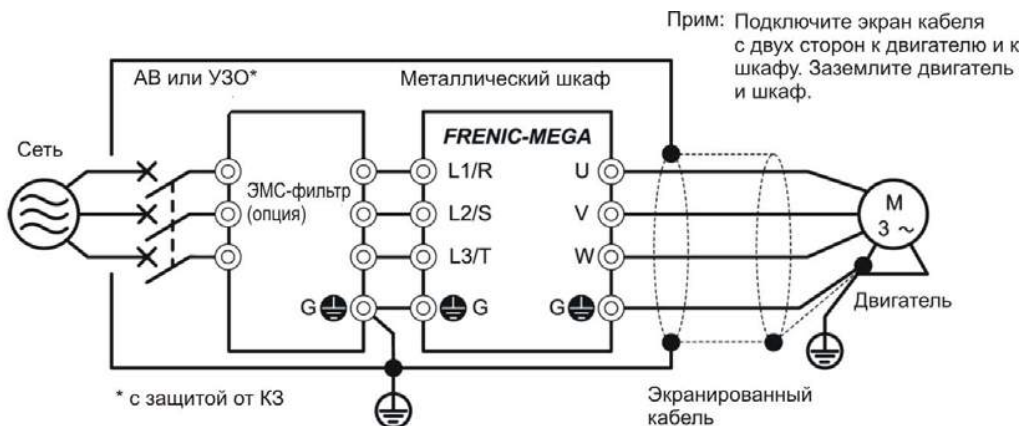

Рис. 9.3 Установка преобразователя частоты с ЭМС-фильтром в металлический шкаф
- 3) Если помехи от инвертора превышают допустимый уровень, установите инвертор и его дополнительные устройства внутри металлического шкафа, как показано на рис. 9.3.